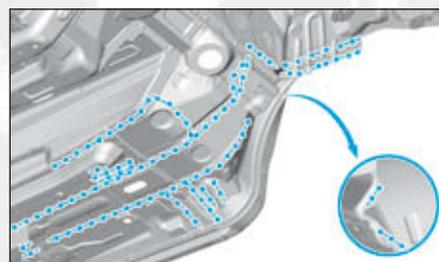

FIG.19
- Préparer les zones d'accostages sur la caisse (Fig.19).